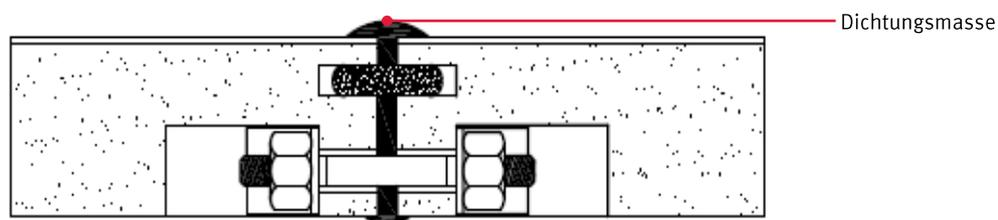

Abbildung 13
- Arbeitsplatten zusammenfügen, Beschläge einsetzen und Schrauben leicht anziehen. Arbeitsplatten horizontal durch Keil oder Hebel und vertikal mittels Gummihammer oder Schraubzwinde (Zulagen verwenden) ausrichten. Nach erfolgtem Ausrichten werden die Arbeitsplattenverbinder handfest angezogen. Beim Anziehen ist darauf zu achten, dass die beiden Arbeitsplattenoberflächen ausgerichtet bleiben und die Dichtungsmasse allseitig austritt (siehe **Abbildung 13 und 14**). Arbeitsplatten während der Aushärtung nicht belasten.